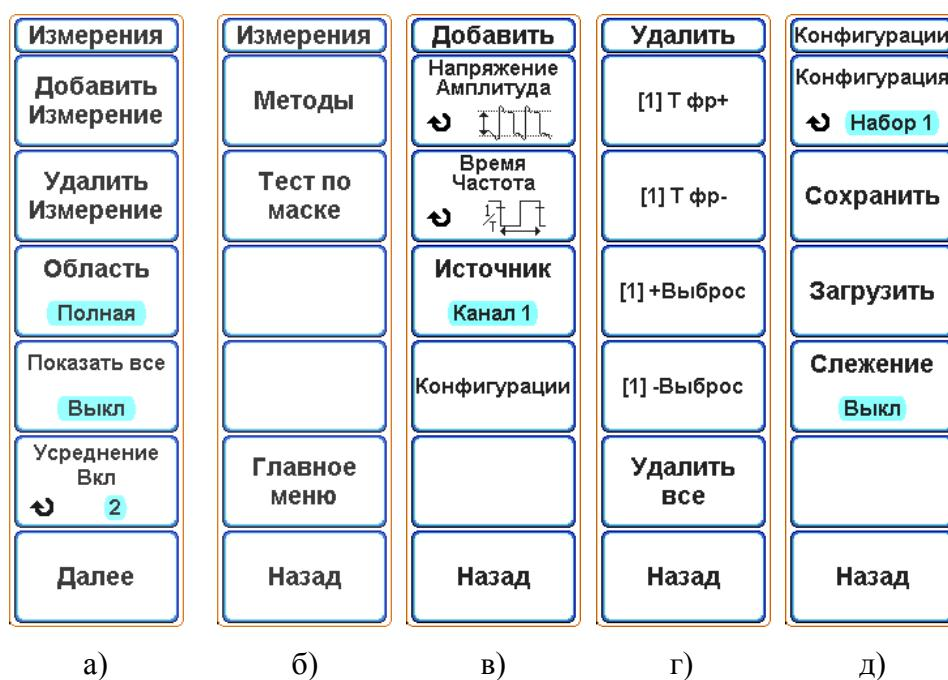

Рисунок 6.25 – Экранное меню а) «Измерения» (основное);
- Перейти в главное меню, нажав кнопку «МЕНЮ» в блоке «УСТАНОВКА» (рисунок 6.1, поз. 3) и нажать экранную кнопку «Измерения», чтобы вызвать меню «Измерения» (рисунок 6.25, а);
- нажать экранную кнопку «Добавить измерение», чтобы перейти к подменю «Добавить» (рисунок 6.25, в);
- нажать экранную кнопку «Удалить измерение», чтобы перейти к подменю «Удалить» (рисунок 6.25, г);
В основном меню «Измерения» (рисунок 6.25, а) с помощью экранной кнопки «Область» можно задать ограничение на область автоматических измерений:
- нажать экранную кнопку «Далее», чтобы перейти к дополнительному меню «Измерения» (рисунок 6.25, б);
- последовательно нажать экранные кнопки «Добавить измерение» и «Конфигурации», чтобы перейти к подменю «Конфигурации» (рисунок 6.25, д);